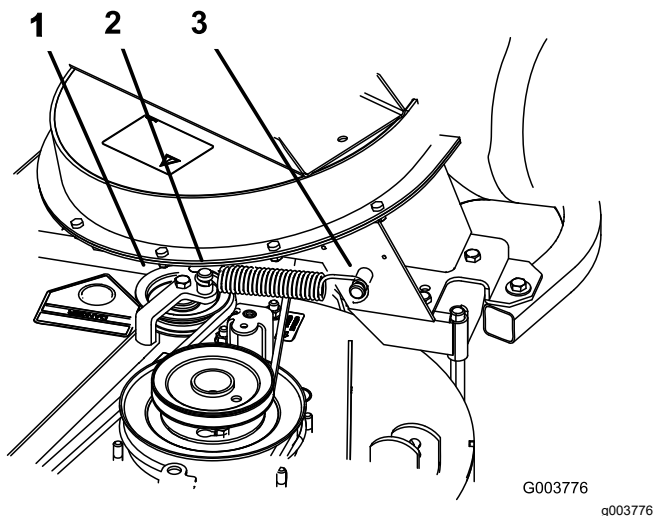

Bild 45
8. Setzen Sie die Feder ein, siehe Bild 45.